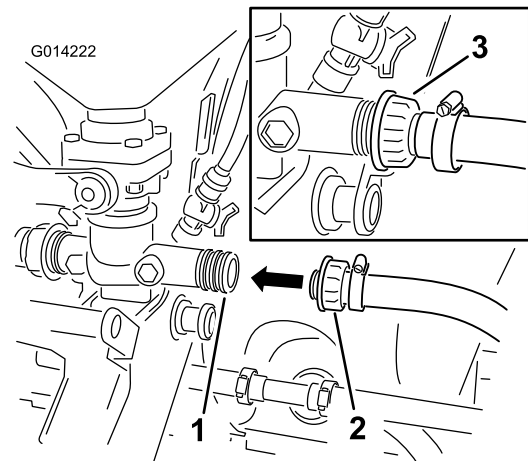

Bild 26
2. Befestigen Sie das montierte Ende des Schlauchs an der nach hinten zeigenden Öffnung des Ejektorventils (Bild 26). Befestigen Sie den Ejektor mit der Kunststoffmutter.